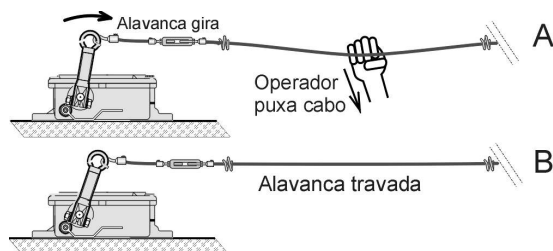

Fig. 6 – Acionamento manual da parada de emergência
- Quando se detectar uma situação de emergência, o operador no local, com uma única ação, deverá puxar o cabo em qualquer direção (Fig. 6 A). A alavanca da chave de emergência será deslocada, girando e travando (Fig. 6 B).